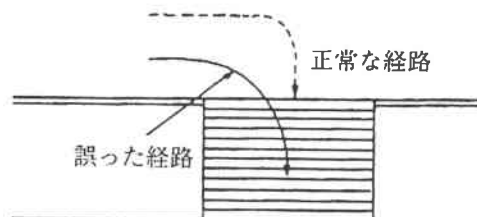

図18
- (4) コンテナの運搬
- (f) 平坦地から傾斜地に進入するときは、正面に対してから進入する。斜めに進入してはならない。（図18）